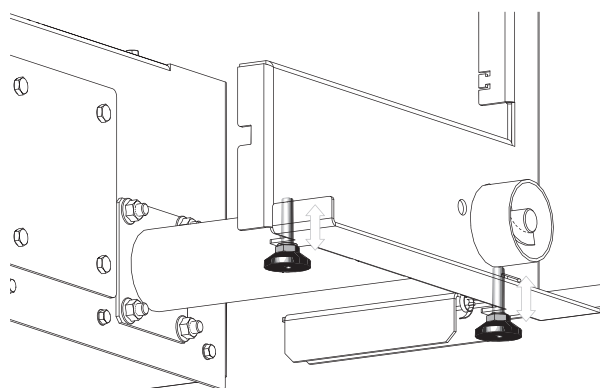

Fig. 226
- Regolare le viti di regolazione – Fig. 226.